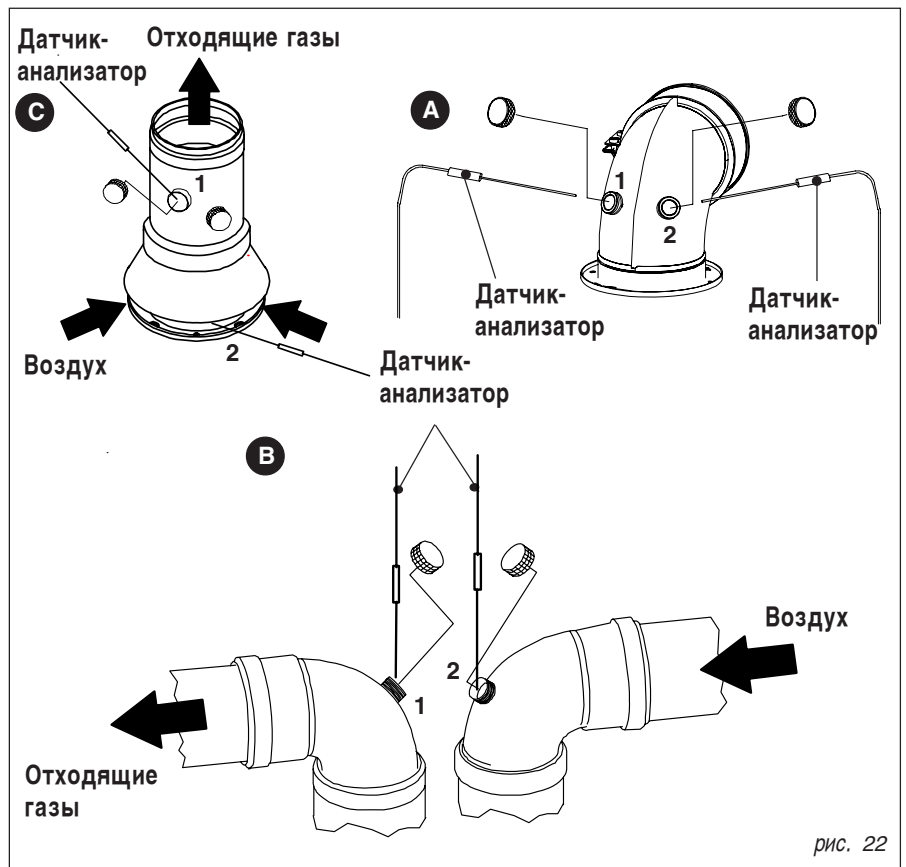

рис. 22
- показатель температуры воздуха, забираемого из соответствующего отверстия 2 (см. рис. 22)
- показатель температуры отходящих газов и CO₂ полученного из отверстия 1 (см. рис. 22).